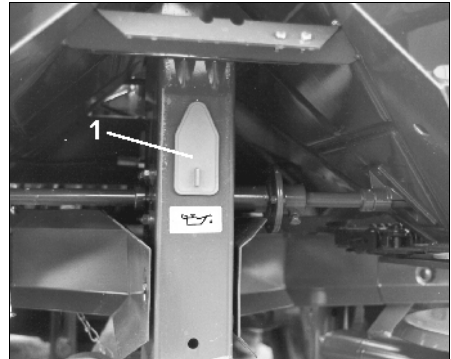

Fig. 57
- Rührwellen und Antriebskette reinigen und einfetten (Fig. 57/1).